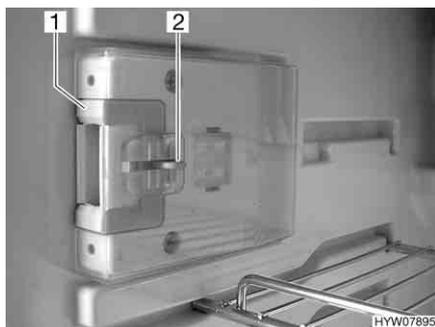
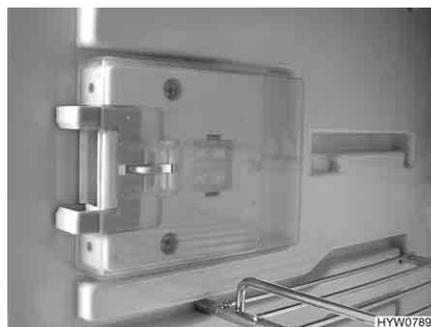

Fig. 195 Dispositif de fermeture en position normale
Fig. 196 Dispositif de fermeture en position de ventilation
- Presser le bouton de déverrouillage (Fig. 195,2).
- Pousser le dispositif de fermeture (Fig. 195,1) vers l'avant (Fig. 196).